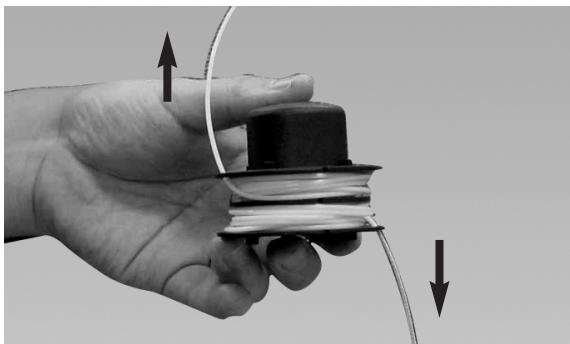
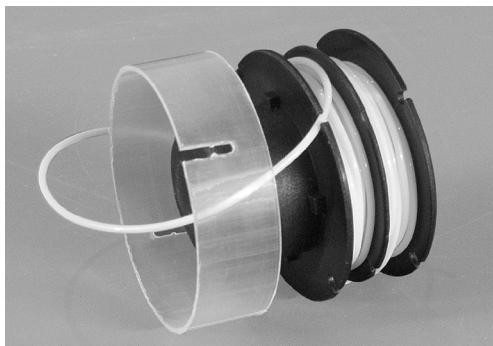
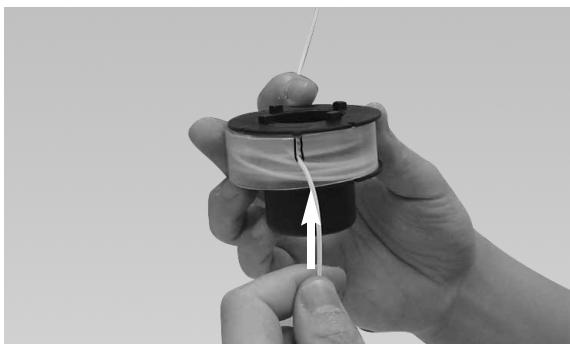
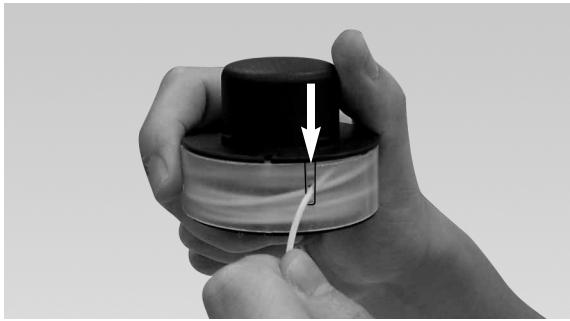

Fig. 23
Fig. 24
Fig. 25
Fig. 26
6. Ajuste los extremos de la línea en las ranuras opuestas en el rotor (Fig. 23) Coloque el retenedor de línea de plástico transparente de nuevo sobre la línea y el rotor (Fig. 24) Jale la linea hasta la ranura inferior en el retenedor de la línea de plástico transparente (Fig. 25) Jala la línea superior hacia la ranura superior (Fig. 26).